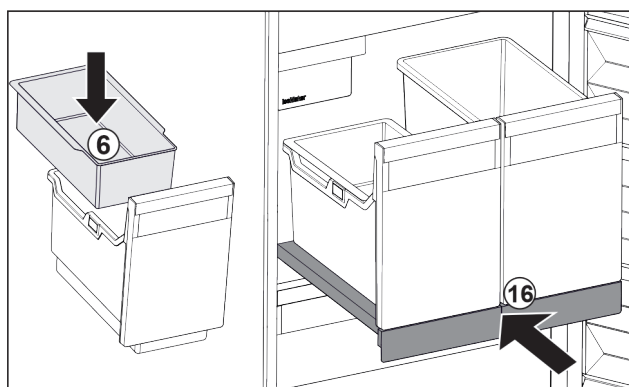

Fig. 96
- ▶ Vsaďte závěsnou misku Fig. 96 (6) pro kostky ledu.
- ▶ Zasuňte vysouvací přihrádku s nádobou (IceTower). Fig. 96 (16)